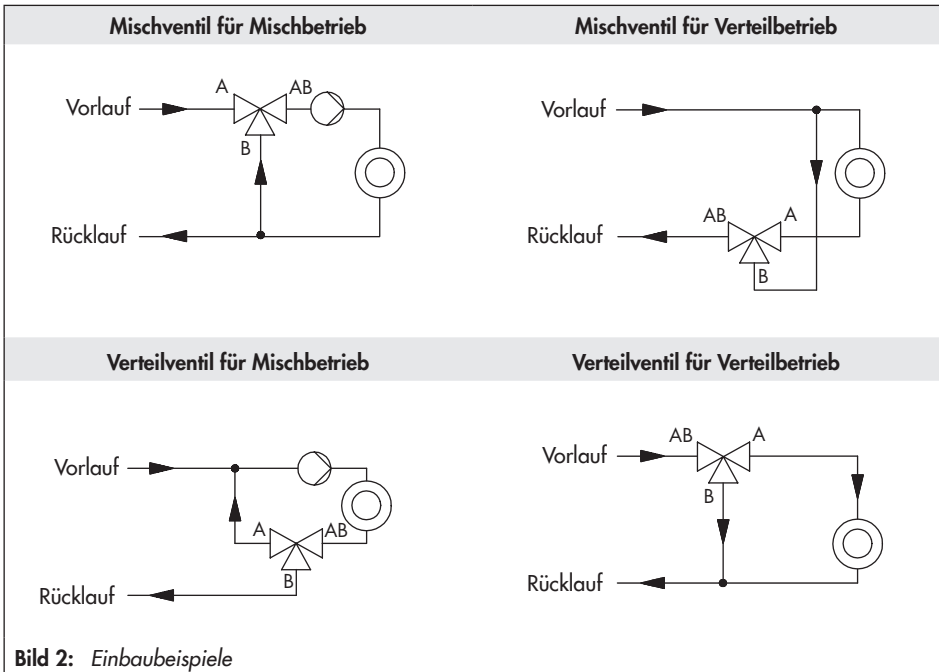

Bild 2: Einbaubeispiele
- Anlagengemäße Zuordnung der Zu- und Abflüsse an den Anschlussstellen **A**, **B** und **AB** beachten (Bild 2).